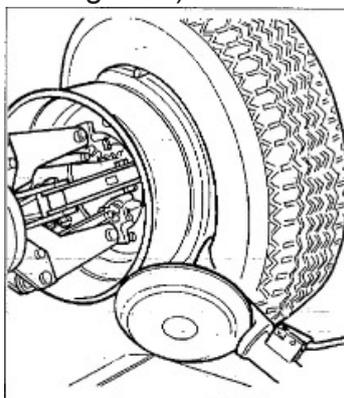

Fig.7.10
- 4) Avançar a ferramenta até o ponto de referência vermelho estar alinhado com a borda exterior da jante e a cerca de 5 mm da mesma (Ver Fig.7.10).